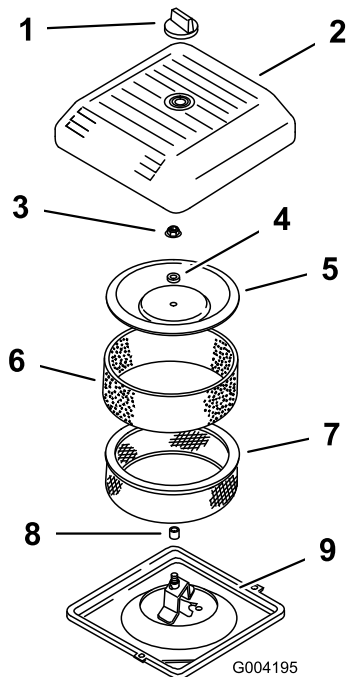

Bild 15
2. Schrauben Sie das Handrad los und entfernen Sie die Luftfilterabdeckung (Bild 15).
3. Schieben Sie den Schaumvorfilter vorsichtig vom Papiereinsatz herunter (Bild 15).
4. Schrauben Sie die Abdeckungsmutter ab und nehmen Sie die Abdeckung und den Papiereinsatz ab (Bild 15).
2. Schieben Sie den Luftfilter auf das Luftfilterunterteil (Bild 15).
3. Setzen Sie die Abdeckung und das Distanzstück auf und befestigen Sie sie mit der Flügelmutter (Bild 15). Ziehen Sie die Schraube mit 10,7 Nm an.
4. Setzen Sie die Luftfilterabdeckung ein und befestigen Sie sie mit dem Handrad (Bild 15).